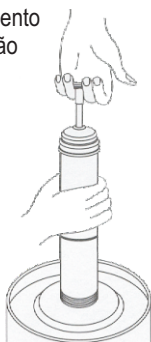

Fig. 6
5. Insira a extremidade aberta do recipiente de graxa no lubrificante do recipiente de volume. Recue a haste do pistão lentamente enquanto empurra o recipiente de graxa dentro do lubrificante para evitar bolsas de ar. Veja a Fig. 6.